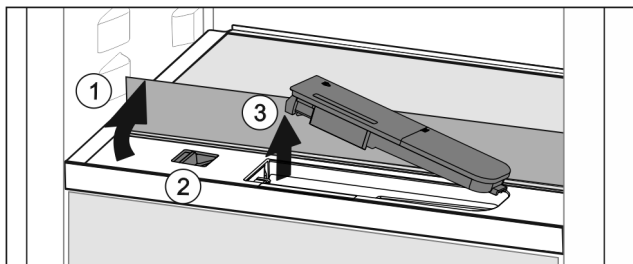

Fig. 127
- ▶ Ridicați placa de sticlă și rabatați în spate până la opritor Fig. 127 (1).
- ▶ Împingeți zăvorul Fig. 127 (2) spre stânga.
- ▶ Scoaterea rezervorului de apă Fig. 127 (3).